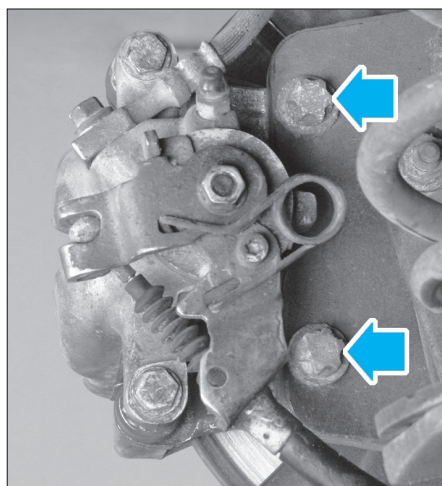

FIG. 18
- Déposer les 2 vis de fixation du support d'étrier et le déposer (fig. 18).